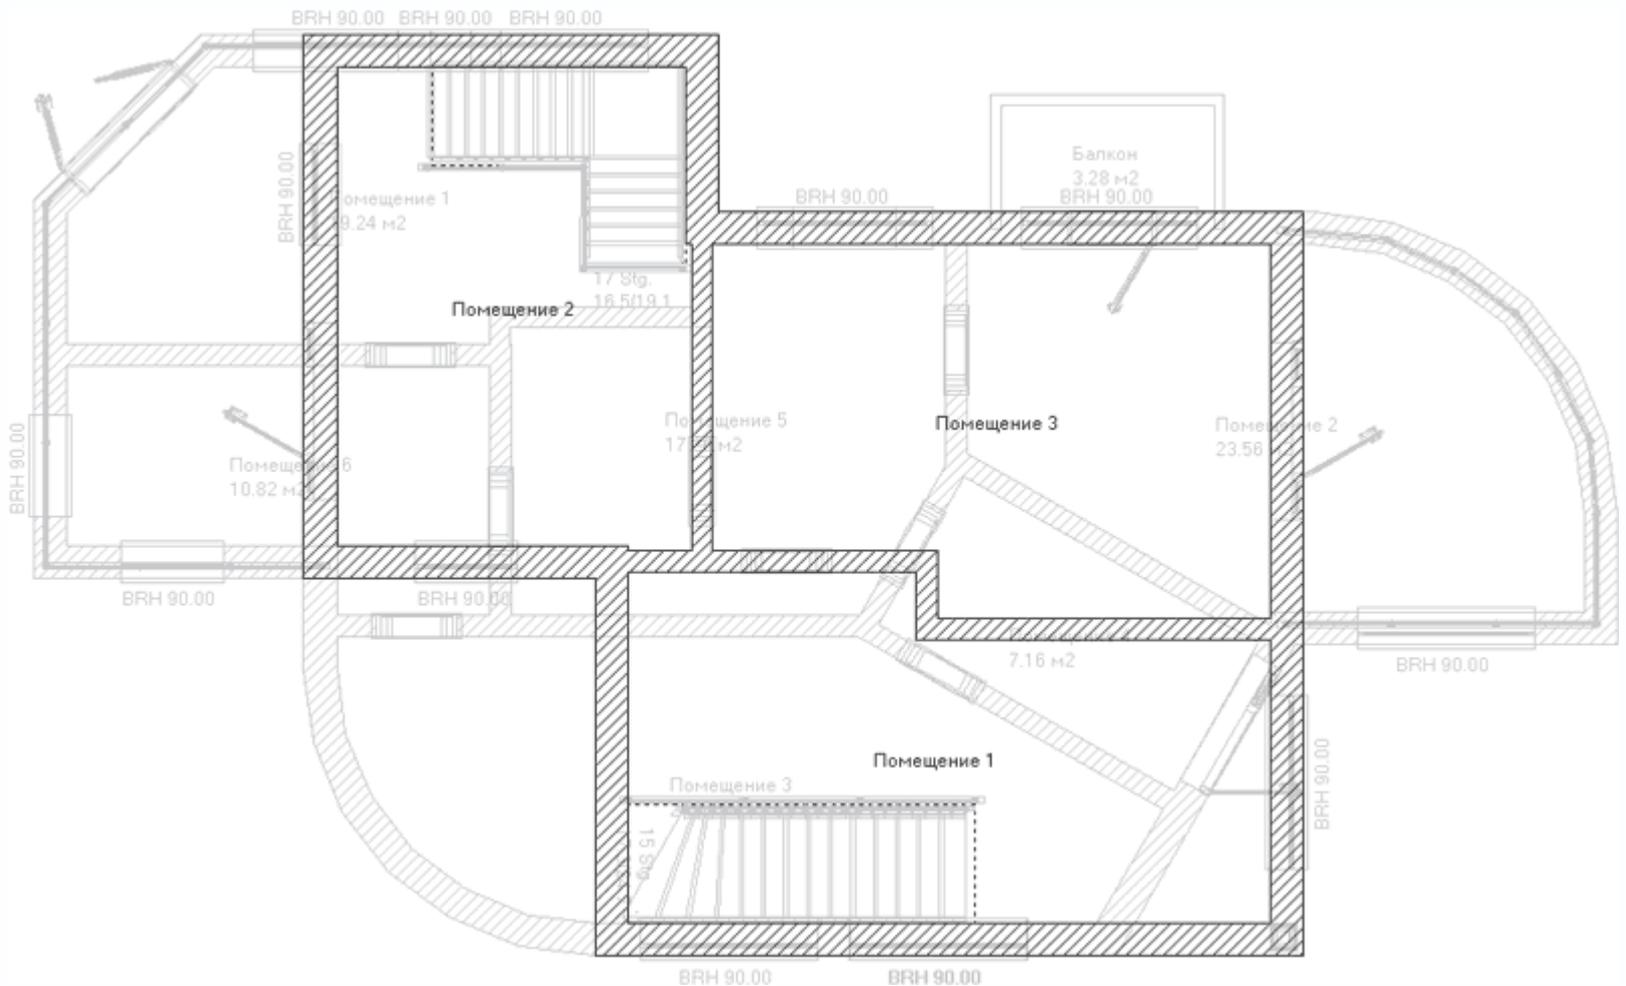

Рис. 4.32. Создание нового этажа под крышу
3. Нажмите кнопку ОК, чтобы создать новый этаж, коим у нас будет чердачное помещение. Программа сгенерирует новый этаж с точно такой же планировкой (рис. 4.32), как и у второго этажа, если вы, конечно, не забыли его выбрать из списка Источники.